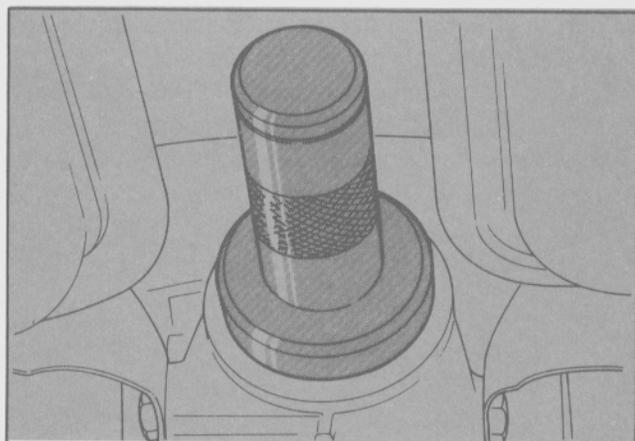

Fig. 63 - Instalación del retén de aceite.
- Instalar el nuevo retén de aceite con la herramienta especial T84G-4859-BAS (Fig. 63).